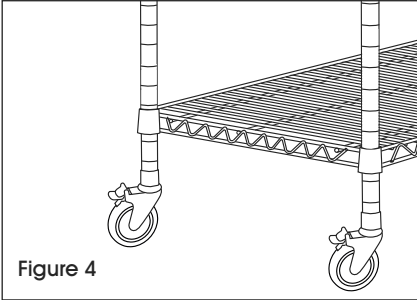

Figure 4
3. Stand unit upright. Gently tap shelf down to secure it. (See Figure 4)
3. Placez l'unité à la verticale. Tapotez délicatement la tablette vers le bas pour la fixer en place. (Voir Figure 4)